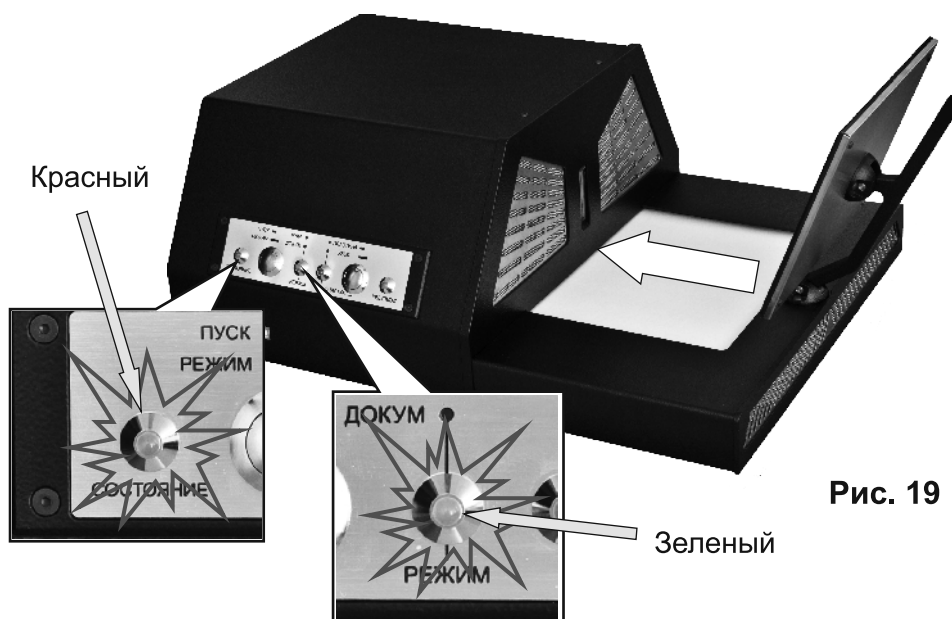

Рис. 19
6. После звукового сигнала пробоотборная пластина перемещается в зону контроля, индикатор «Состояние» меняет цвет свечения с *зеленого на красный*, индикатор «Результат» должен погаснуть. Индикатор «Режим» имеет *зеленый* цвет свечения (см. рис. 19 стр. 18).